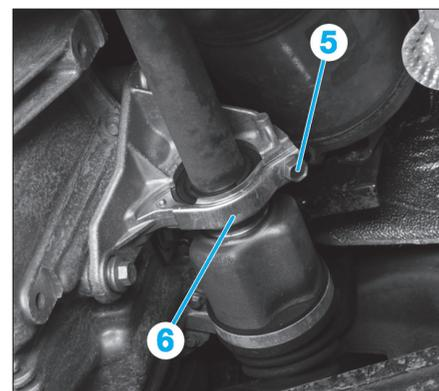

Fig. 3
- Déposer la vis (5) de la bride (6) du palier intermédiaire de transmission (Fig.3).
- Pivoter la bride (6) du palier intermédiaire de transmission.